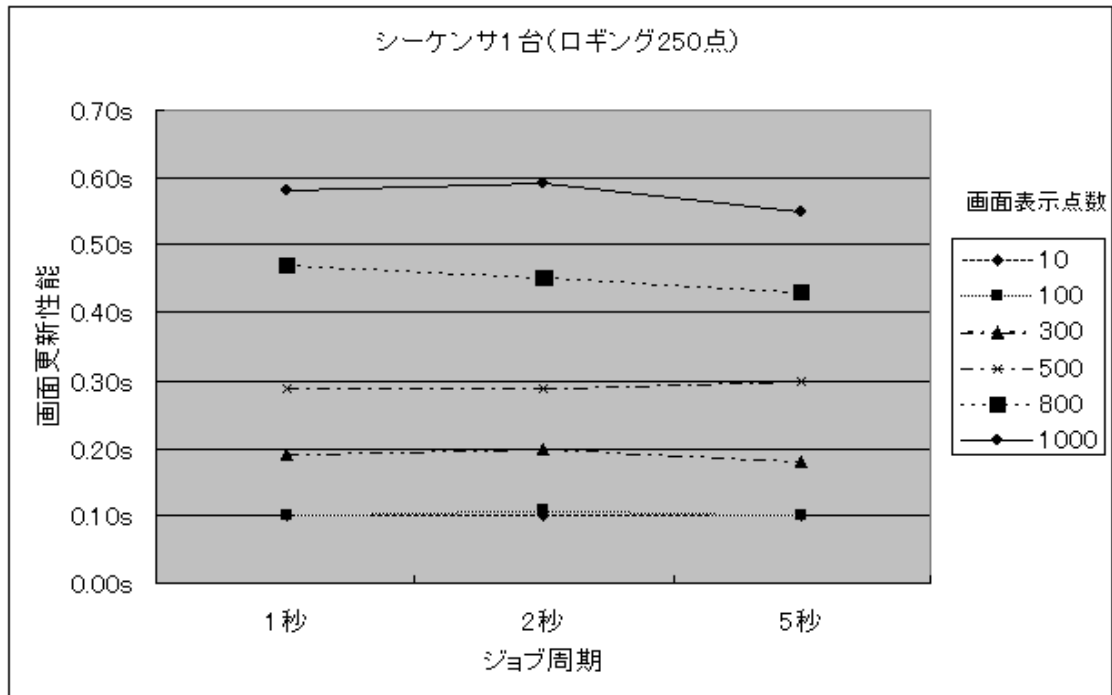

図5 シーケンサ1台（ロギング250点設定）の画面更新性能
- ・ 「ジョブ トリガ条件（周期）」の間隔に関係なく図5の通りほぼ同等の性能となり，画面更新性能への影響はありません。
(2) 画面切換性能
① 「デバイスタグ点数/スクリプト処理点数/通信アクション数」変化に伴う画面切換性能